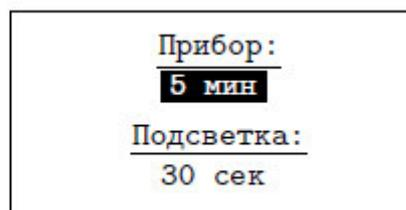

Рисунок 38
3.7.2 "Автомат.отключение" (рис. 38).